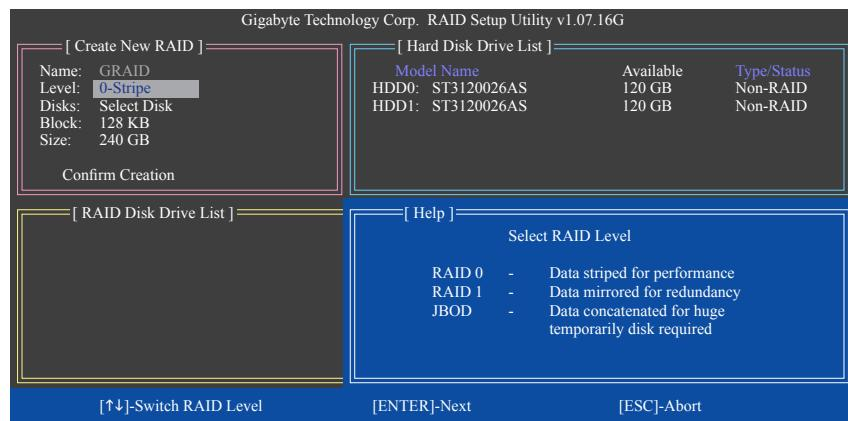

図 5
Create New RAID ブロックに、アレイを作成するために設定する必要がある項目がすべて表示されます(図 5)。
- RAIDモードの選択:** **Level** 項目の下で、上または下矢印キーを使用して RAID 0(ストライプ)、RAID 1(ミラー)、JBOD(図 5) を選択します。<Enter> を押して、次のステップに進みます。